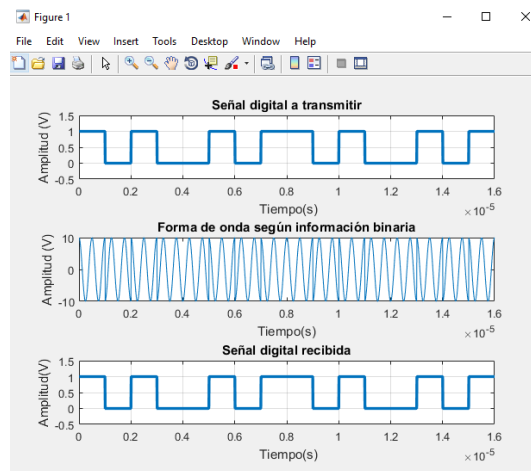

Figura 9: Modulación PSK
- Una vez constituido el modulador con la consideración del punto 2, utilice como datos de entrada los siguientes. **NOTA: Ponga los datos con paréntesis cuadrados esto se debe a que la entrada del script necesita un arreglo.** En la figura 9 se muestra un ejemplo del diagrama temporal de los datos transmitidos y recibidos para una modulación PSK.